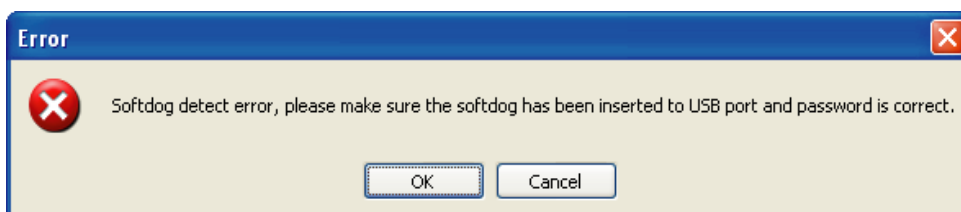

Рис. 4-2
- 5) Убедитесь, что Softdog вставлен в USB-порт в течение всего времени работы ПО, в противном случае открывается окно с предупреждением об ошибке Softdog Error (см. Рис. 4-2).